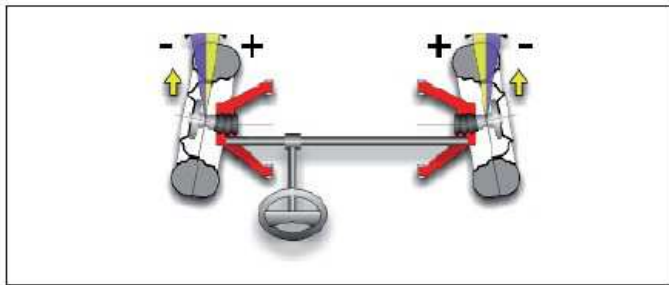

Abbildung 10
**1) Vorspur:** Winkel der Radmittenebene zur Symmetrie- bzw. geometrischen Fahrachse des Fahrzeugs (Abb. 10 und 11). Die Symmetrieachse ist die erdachte Linie, die das Fahrzeug in Längsrichtung mittig unterteilt; die geometrische Fahrachse gibt die von der Hinterachse bestimmte Fahrtrichtung an. Maßeinheit der Vorspur: Grad oder Millimeter.